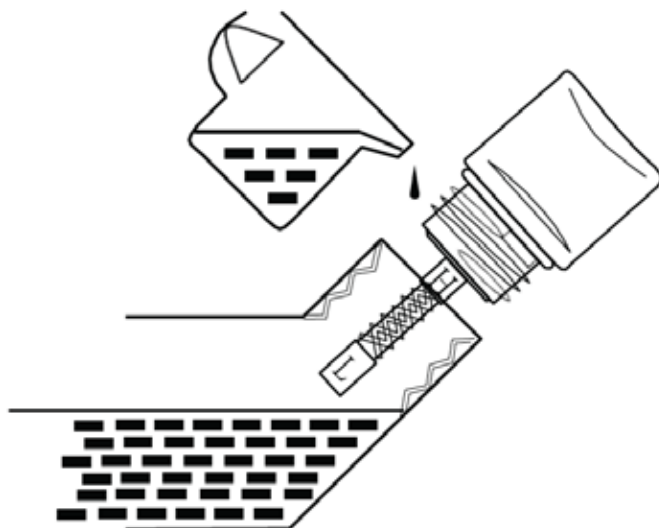

Figura 17 - Comprobación del nivel de aceite
- Nivel de aceite aceptable: el aceite es visible en los cruces entre las líneas H y L en el tapón de llenado de aceite / varilla medidora (consulte la Figura 17).
8. Continúe agregando aceite hasta que el aceite esté en el nivel correcto. Ver la Figura 17.